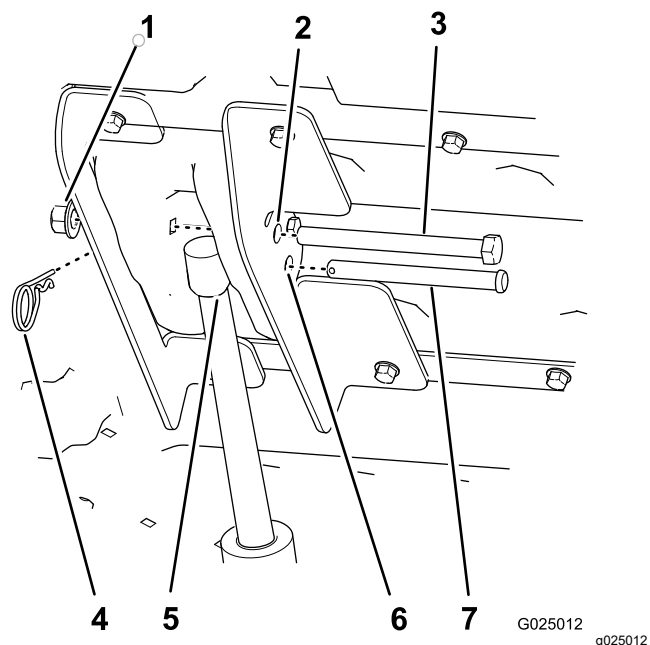

図 12
6. 荷台昇降スイッチの上パドルを押して昇降アクチュエータのロッドを伸ばし、ロッドの穴が内側・外側昇降ブラケットの穴に揃ったところで止める 図 12。
7. 昇降アクチュエータのロッドを昇降ブラケットに固定する クレビスピン 3-1/2" とヘアピンを使用する 図 12。
9. 内側・外側の昇降ブラケットの残っている穴 12.7 mm に六角ヘッドボルト 1/2 x 5-1/2" を通し 図 12、ロックナット 1/2" で軽く締めつける。